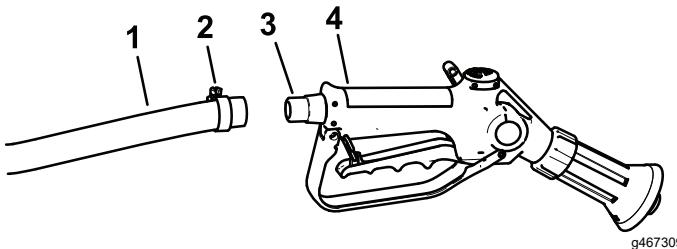

Bild 47
- Schließen Sie das freie Ende des langen Schlauches am Anschlussstück an der Spritzpistole an (Bild 47).